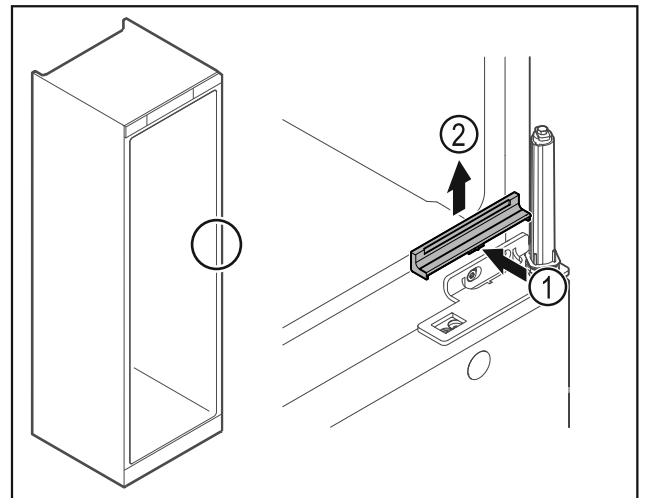

Fig. 31
- Premere leggermente la copertura Fig. 31 (1) al centro e rimuoverla sollevandola verso l'alto Fig. 31 (2).